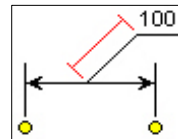

Рис. 9.30
- **Длина выноски, мм** – значение расстояния от размерной линии до полки выноски. Параметр есть, если текст на выноске (рис. 9.30).